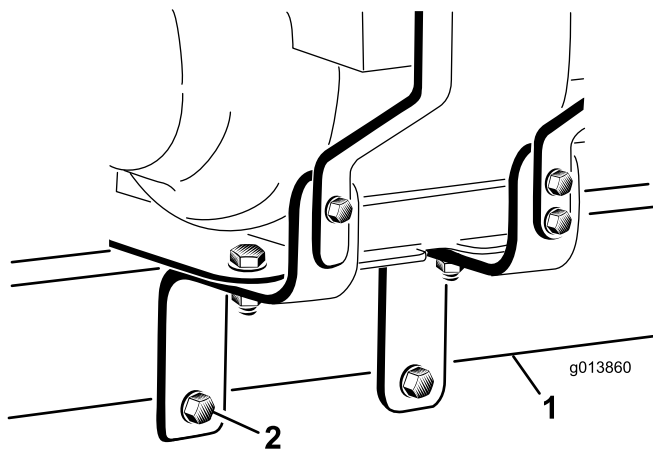

図 7
20. エンジン取り付けブラケットの穴にボルト2本 (1/2 x 5 in) を通す；エンジン取り付けブラケットの各外側面に平ワッシャが1枚当たるように、また、各ボルトがプロパスのヒッチチューブの底を貫通するように取り付けること。ナット2個 (1/2 in) を手締めする (図 7)。